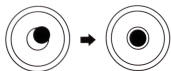

图 4
- (4) 用三角架粗整平仪器，调整仪器脚螺丝手轮，使圆水准泡居中。(图 4)